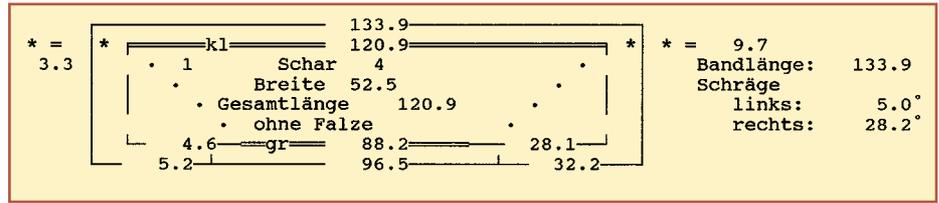

Bild 6 Schematische Ausgabe der Schar wie in Bild 4 und 5
- Schema (Bild 6), eine schematische Ausgabe aller Maße für jede Schar. Neben der Deckfläche (im inneren Kasten) und der Zuschnittfläche (im äußeren Kasten) sind hier noch die Falzrichtung (gr und kl) so-